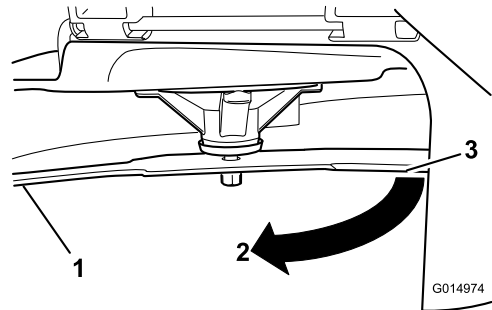

Figuur 61
2. Trek dikke handschoenen of andere adequate handbescherming aan en draai langzaam het mes in een stand die meting mogelijk maakt van de afstand tussen de maairand en het egale oppervlak waarop de machine staat (Figuur 61).